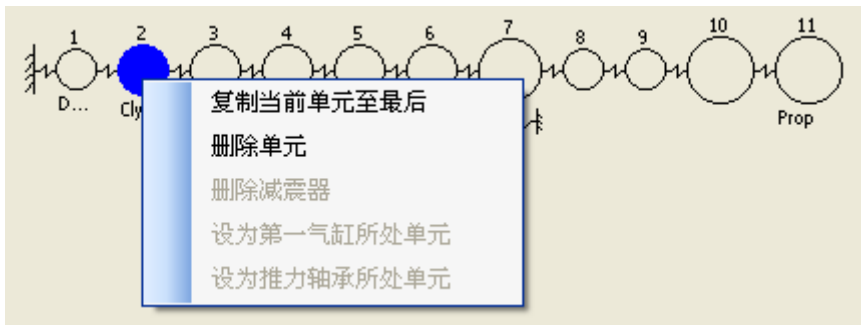

图 4.5 轴系当量图设置
- (6) 在轴系当量图上可以进行下列操作：复制当前单元至最后、删除单元、删除减振器、设为第一气缸所处单元、设为推力轴承所处单元。如图 4.5 所示。